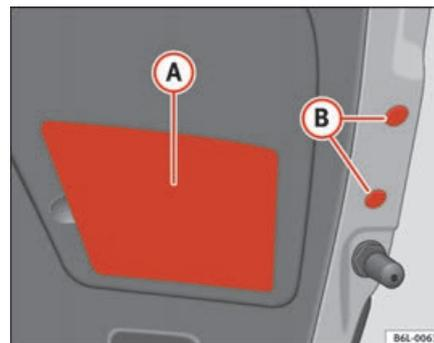

Fig. 162 Luce posteriore sul portellone
- Togliere la copertura in plastica (A) ⇒ pag. 235, fig. 162 e i tappi in plastica (B) ⇒ pag. 235, fig. 162 facendo leva con attenzione con la parte piatta del cacciavite, facendo attenzione a non rigare la vernice.